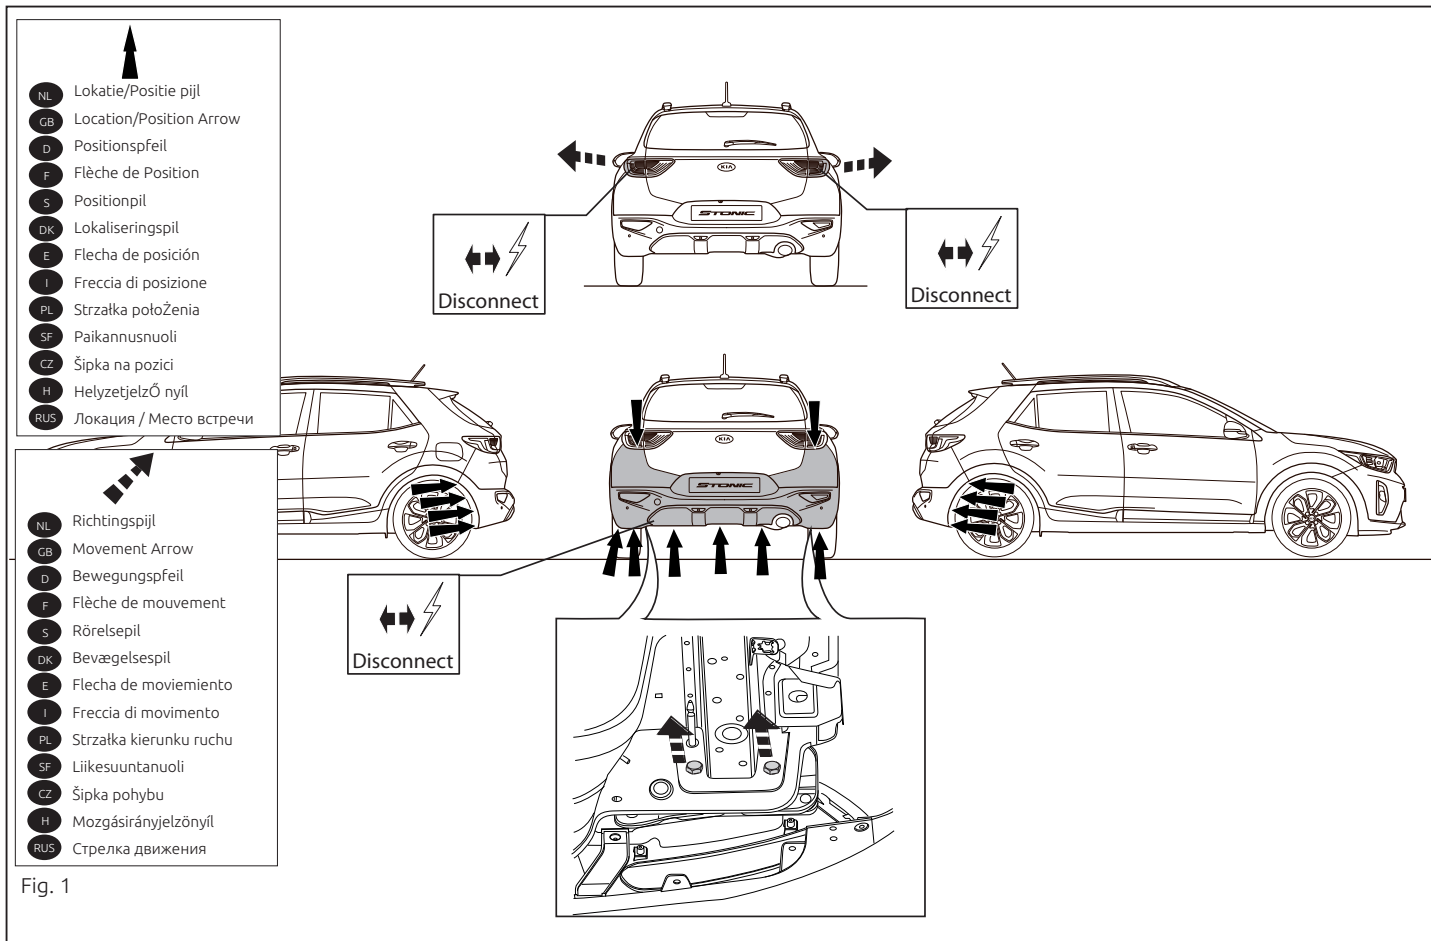

Fig. 1
2. Снять оба блока задних фар. Снять бампер вместе со стальным буферным брусом автомобиля. См. рисунок 1.